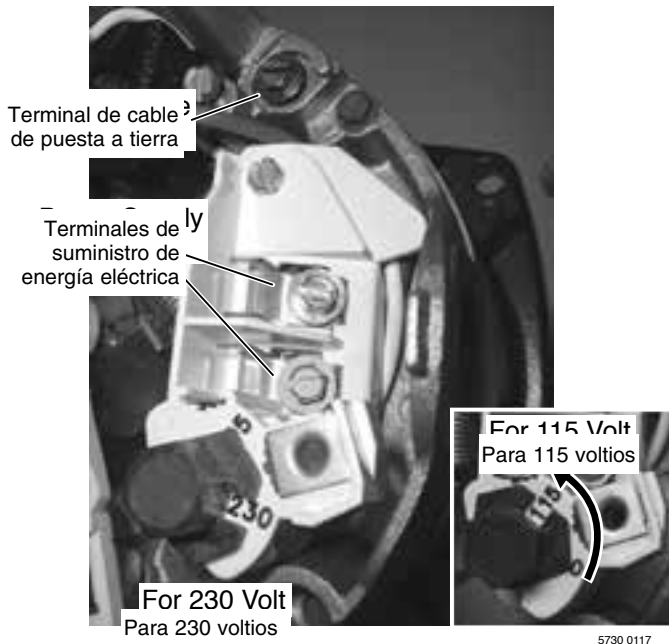

Figura 3 - Diagrama de cableado monofásico de doble tensión 115/230 V
Diagrama de conexión para motores monofásicos de doble tensión. El tablero de bornes de su motor de doble tensión (debajo de la cobertura del motor) será similar al que aparece en la Figura 3. Si su suministro de corriente eléctrica es de 115 voltios, use un destornillador de hoja plana o un sacatuercas para cambiar el cuadrante de 230 voltios a 115 voltios (consulte la Figura 3). Conecte los cables de suministro de corriente a L1 y L2.
- Paso 7. Conecte los conductores que llevan la corriente a los bornes L1 y L2 bajo el techo del motor. Cuando cambie el motor, inspeccione el diagrama de cableado en la placa de fábrica del motor contra la Figura 3. Si el diagrama de cableado del motor no corresponde a ninguno de los diagramas en la Figura 3, siga el diagrama en el motor.
IMPORTANTE: Los modelos monofásicos de 115/230 voltios se despachan de fábrica con el motor cableado para 230 voltios. Si el suministro de corriente es de 115 voltios, saque el techo del motor y vuelva a conectarlo según se ilustra en la Figura 3. No trate de hacer marchar el motor en el estado que se recibió, si la corriente es de 115 voltios.